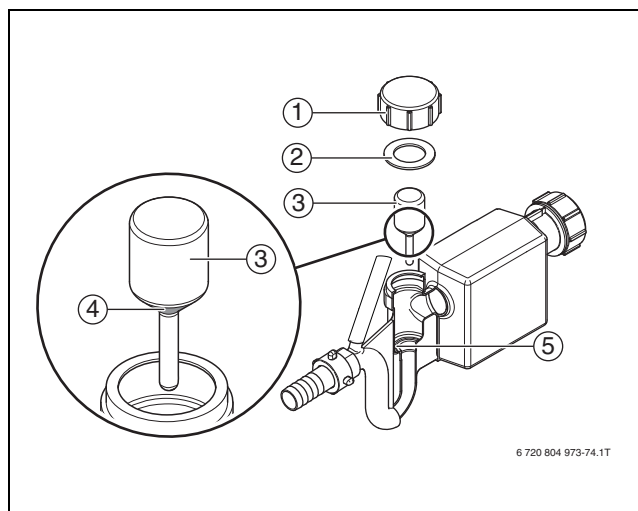
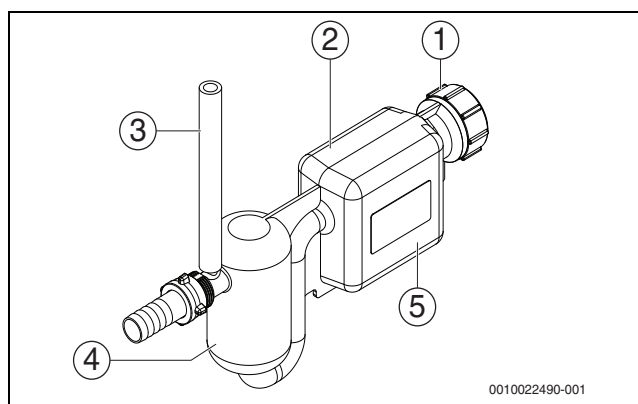
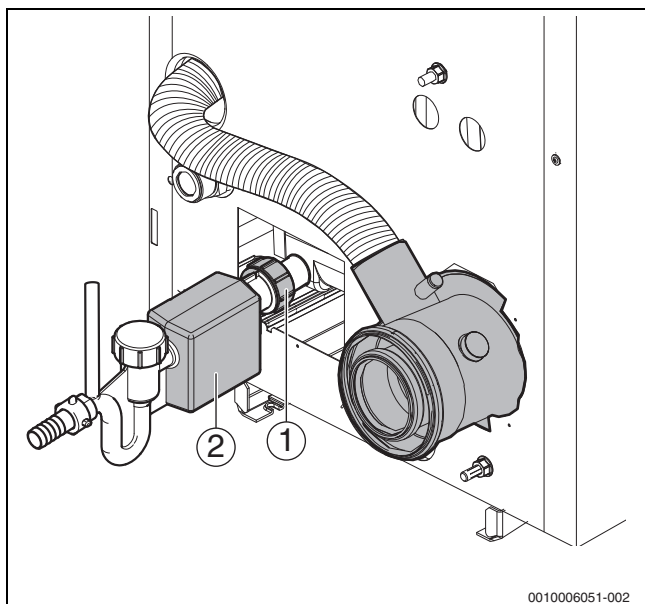

Bild 84 Siphon reinigen, Version 1
Bild 85 Siphon, Version 2
Bild 86 Kondensatwanne reinigen; dargestellt mit Siphon Version 1
Je nach Fertigungsstand können unterschiedliche Versionen des Siphons ausgeliefert oder montiert sein (→ Bild 84 und 85). Die Verwendung eines Siphons ohne Schwimmer (Version 2) ist nur in Verbindung mit einem am Kessel installierten Druckwächter zur Abgasüberwachung zulässig. Dieser Siphon darf auch im Ersatzteilfall ausschließlich für Kessel mit Druckwächter zur Abgasüberwachung eingesetzt werden.
- ▶ Verschraubung am Anschlussstutzen der Kondensatwanne [1] lösen und Siphon [2] abnehmen (→ Bild 86).
- ▶ Siphon (→ Bild 84]) an den Anschlussstutzen der Kondensatwanne (→ Bild 86) schrauben.
- ▶ Siphon (→ Bild 85; Ausgleichsvolumenbehälter [4] und Schmutzauffangbehälter [5]) mit Wasser befüllen.
- ▶ Siphon (→ Bild 85) an den Anschlussstutzen der Kondensatwanne (→ Bild 86) schrauben.
- ▶ Über den Entlüftungsschlauch (→ Bild 85, [3]) Wasser nachfüllen und dabei sicherstellen, dass der Siphon vollständig mit Wasser gefüllt ist.